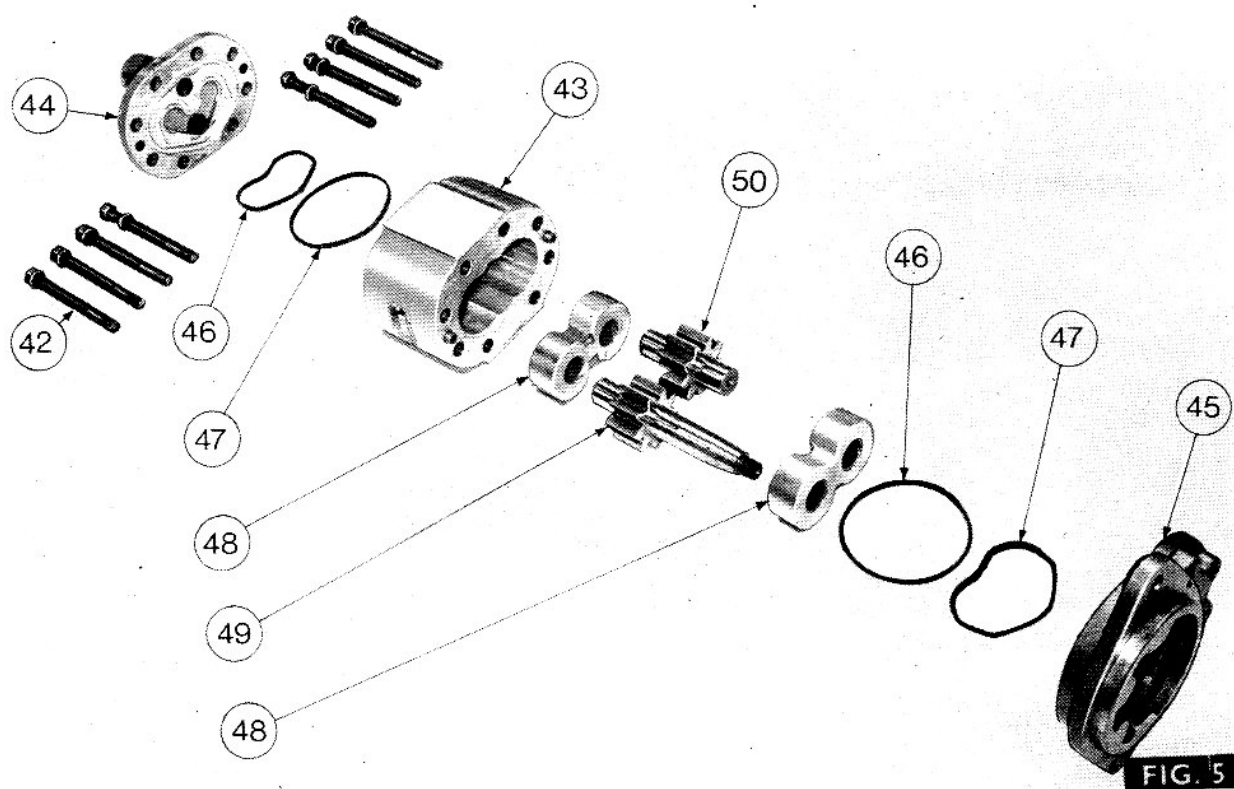

FIG. 5
2. Fig. 5. Déposer les 8 boulons (42) fixant le corps de pompe (43) sur les plaques d'embout (44 et 45), puis dégager les plaques d'embout du corps